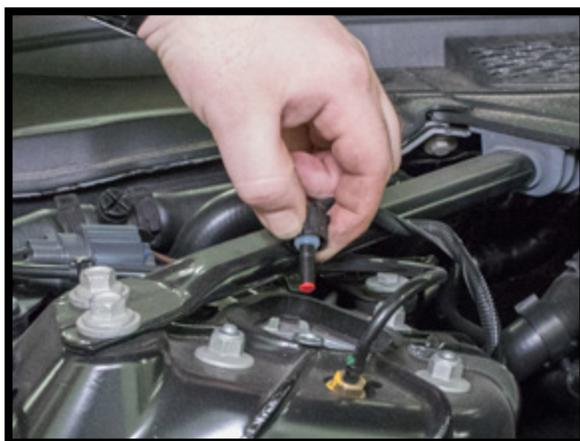

图 2
4. 压住两个弹片并向上拉，断开支柱顶部的电气连接。(图 2)